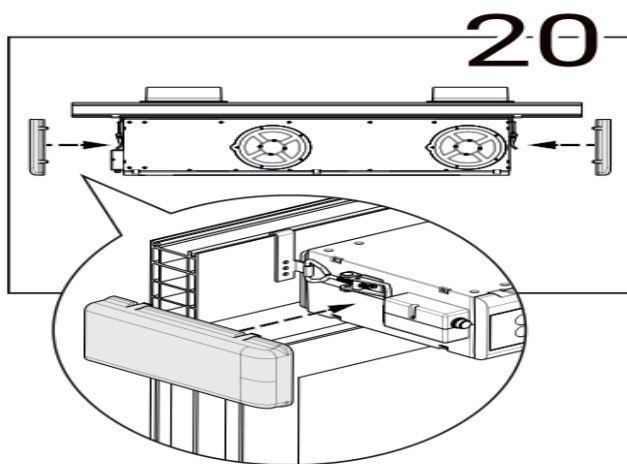

Рисунок 11 – Установка заглушек
- о) подсоединить сетевой кабель к разъему и поставить боковые крышки (рисунок 11) .